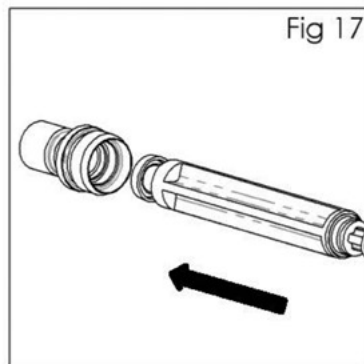

Fig 17
15. Ponga el nuevo sello (22) en la herramienta de servicio (44). La muesca debe estar orientada hacia el exterior. Oprima el sello (22) en el alojamiento (27). (Ver Fig. 17).
16. Reensamble las piezas restantes en orden inverso — válvula (20), resorte (21), alojamiento (27) y apriete con una llave hexagonal de 6 mm, aguja (24) resorte (29) y perilla (28). Reemplace el gatillo (39), acomodando el espárrago del gatillo (40), rosque el tornillo del gatillo (38) con la herramienta Star T20.
17. Active la pistola completamente y atornille la perilla de ajuste de líquido (28) hasta que se detenga. Hágala retroceder  $\frac{1}{2}$  vuelta y la pistola tendrá un desplazamiento completo de la aguja.